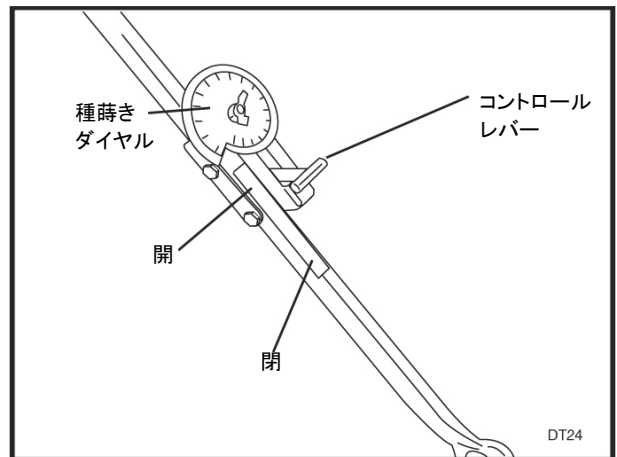

図 6
- ON/OFF ラベルをハンドルに貼り付けます。図 6 を参照してください。